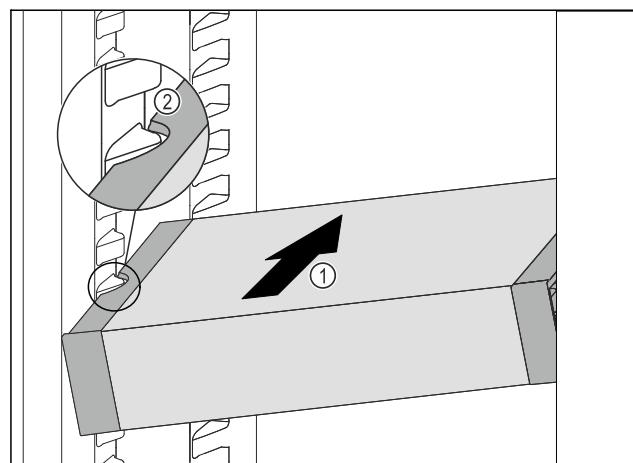

Fig. 116
- ▶ 将 VarioSafe 斜插入冷藏区中 Fig. 116 (1)，直至 VarioSafe 的侧部凹槽 Fig. 116 (2) 与冷藏区中的容器肋梁持平。